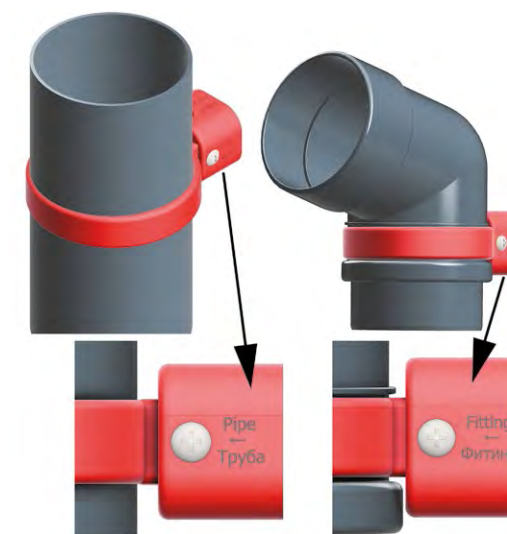

Рис. 37 Положения хомута
Универсальность хомута заключается в том, что им можно крепить как трубы, так и фитинги. В положении «ТРУБА» хомут даёт возможность трубе свободно удлиняться или укорачиваться в зависимости от температуры воздуха. А в положении «ФИТИНГ» хомут жёстко фиксирует элементы водосточной системы (Рис. 37). В зависимости от фиксируемого элемента водостока, на этапе монтажа, опоры хомута необходимо установить так чтобы надпись «ФИТИНГ» или «ТРУБА» располагалась на боковой стороне основания хомута:
■ Монтаж труб – опора хомута находится в положении «ТРУБА» (Рис. 37).
■ Монтаж фитингов (колено 45° или 72°, муфта соединительная, наконечник, тройник, коллектор, LUX/PREMIUM переходник) – опора хомута находится в положении «ФИТИНГ» (Рис. 37).
Установите трубу, соединяющую фитинги между собой с учетом зазора, компенсирующего температурные расширения. При монтаже следует учитывать, что трубы также должны быть зафиксированы на фасаде здания при помощи хомутов универсальных. Максимальный шаг установки хомутов на фасаде составляет 1500 мм (Рис. 38), при этом основание хомута устанавливается в положение «труба» (Рис. 37).